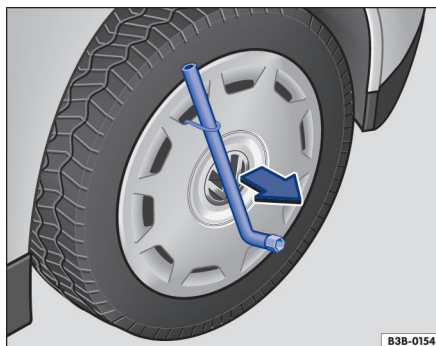

Fig. 187 Remover a calota integral.
- Insira a chave de roda pelo gancho de arame → Fig. 187 e puxe a calota no sentido da seta.